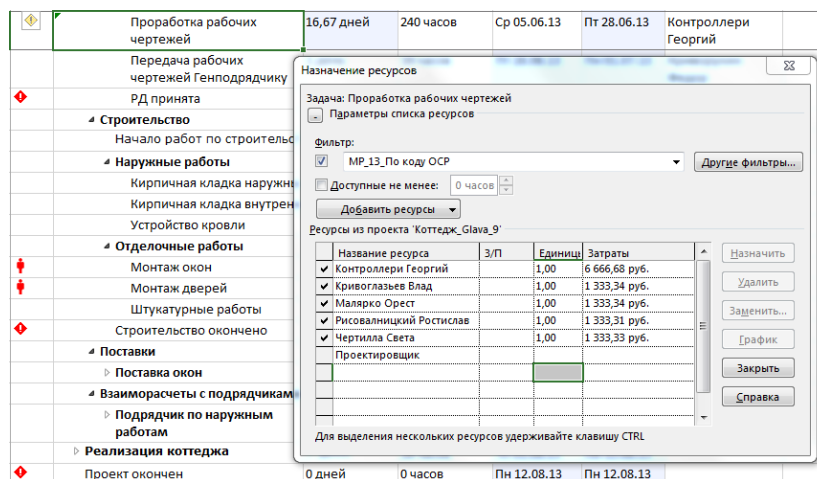

Рисунок 9.12 – Замена ресурсов
4) Заменить универсальные ресурсы на конкретных людей, с которых спрашивать, кто сколько сделал. Как и поступаем, универсальные ресурсы заменяем на всех людей, имеющих код ОСР «Инженер ПТО», Рисунок 9.12.